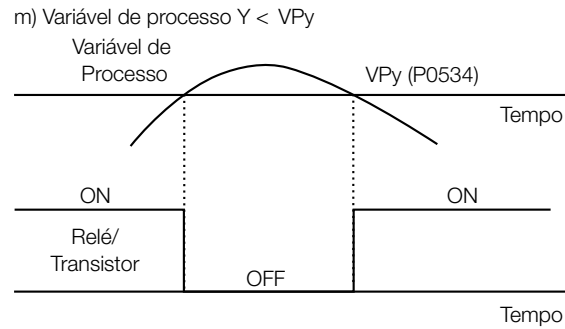

Figura 5.38: (a) a (m) - Detalhes sobre o funcionamento das funções das saídas digitais
- Consulte a Tabela 5.46 na página 5-64 e a Figura 5.38 na página 5-66 para mais detalhes referentes às saídas digitais e a relés.